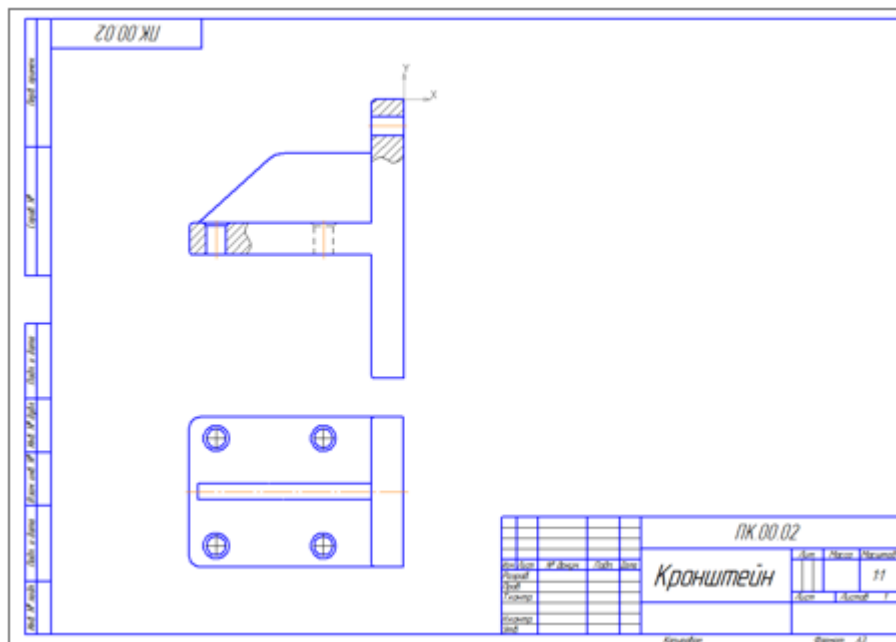

Рисунок 11.
- Щелкните мышью в пустом месте чертежа для отмены выделения объектов (рис. 11).